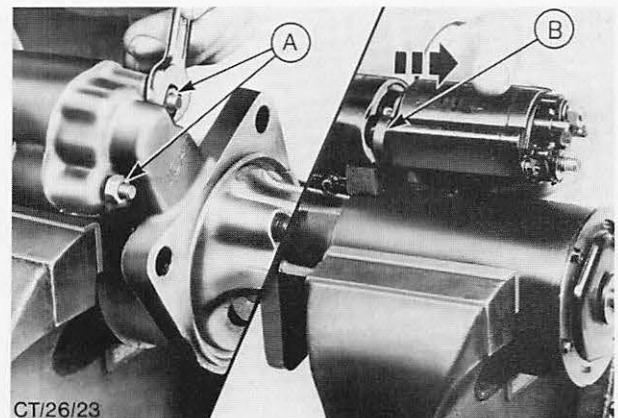

Abb. 33 Anker des Magnetschalters beim Abbau des Schalters von der Einrückgabel aushängen
3. Elektrische Verbindung zwischen Magnetschalter und Hauptanschlußstift am Anlasser nach Entfernen der beiden Muttern und Scheiben abbauen. Beide Haltemuttern und Scheiben des Magnetschalters abschrauben, Schalter vom Antriebslagerschild etwas zurückziehen, Abb. 33, dann von der Einrückgabel nach oben wegziehen, um den Schalteranker von der Gabel auszuhängen.